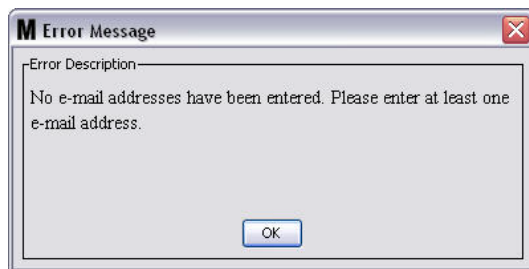

FIG. 142
- **Aan:** lijst van e-mailadressen waarnaar e-mailgebeurtenissen worden verzonden. Na invoer van een adres in het veld, voegt de toets Enter een lege lijn toe voor de invoer van het volgende adres. U dient minstens één e-mailadres in te voeren. Er wordt een foutmelding zoals in FIG. 142 verzonden wanneer u op OK klikt zonder een e-mailadres op te geven.